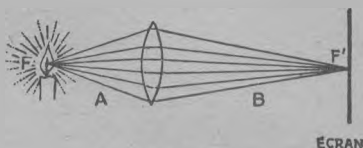

Fig. 7.
quand vous vous amusez à mettre le feu à un journal en concentrant dessus les rayons du soleil à l'aide d'une loupe... De même, une lentille peut concentrer les rayons divergents qui partent d'un foyer lumineux F en un foyer conjugué F' qui se trouve de l'autre côté de la lentille (fig. 7) : on voit en A les rayons divergents, qui sont devenus convergents en B. On dit que F' est l'image de F, et en effet : si nous disposons un écran en F', nous verrons s'y dessiner l'image de la source lumineuse renversée (1). C'est du reste le principe de la photographie.